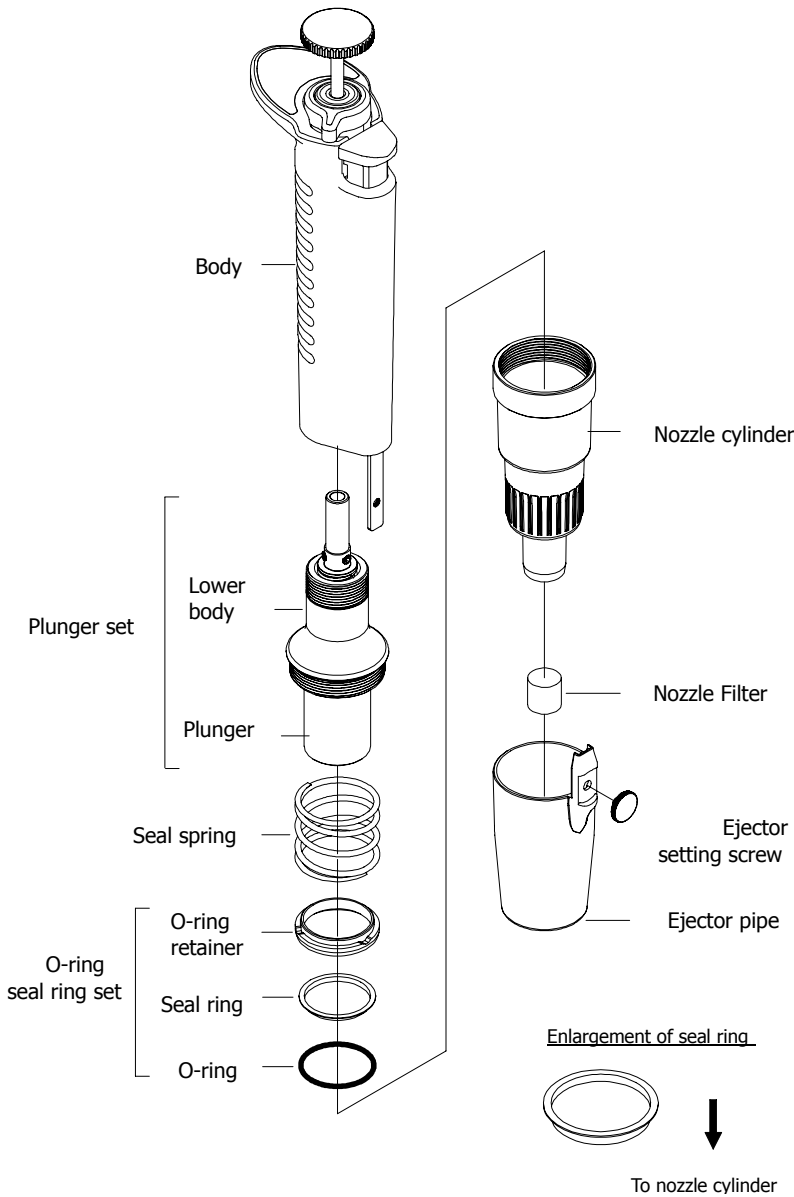

Fig. G4
- 5000ul, 10000ul : Fig.G4, G5
- 5000ul: Fig. G4, 10000ul : Fig. G5